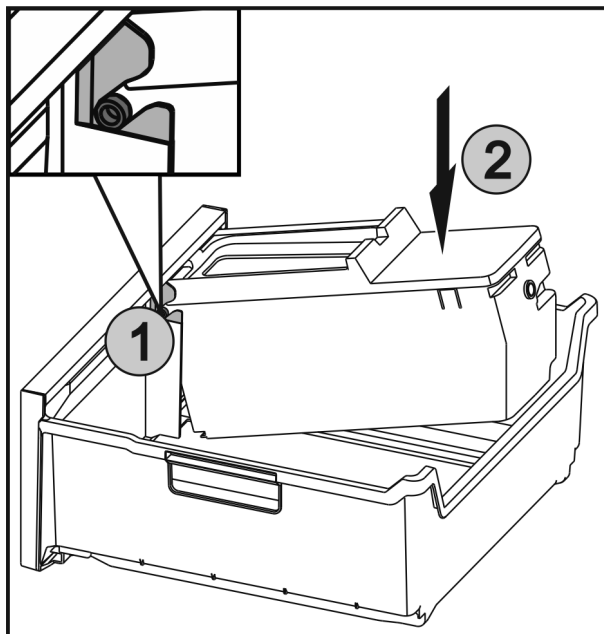

Fig. 66
- ▶ Osie Fig. 66 (1) na EasyTwist-Ice wsunąć w prowadnicę, a tylną stronę wcisnąć, Fig. 66 (2) aż nakładka się zazębi.